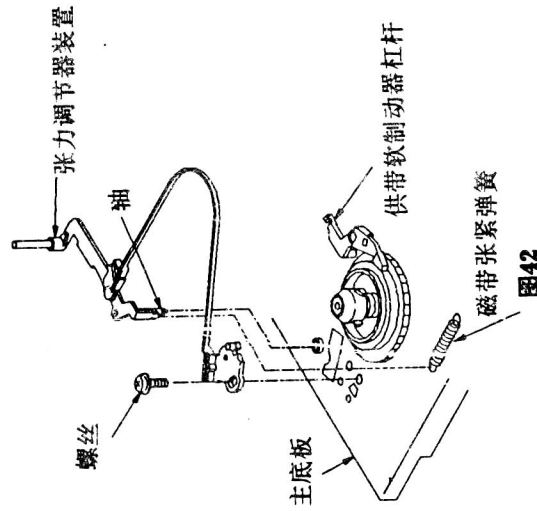

图42
- ②如图42所示,卸下螺丝,释放供带软制动器杠杆,并从主底板上取下张力调节装置;
- ③清洁新的张力调节器的杆轴,加1~2滴润滑油,安装步骤与拆卸时相反;
- ④安装完毕后,须进行张力杆位置的检查和调整以及反向张力的检查。